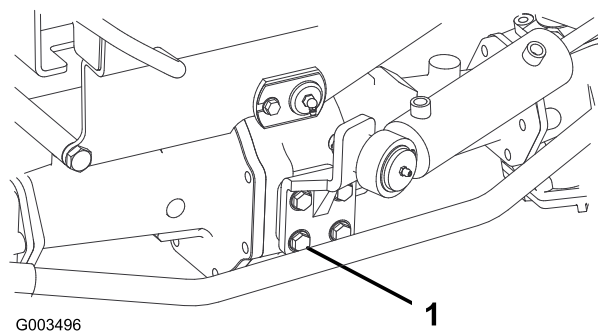

Figura 66
2. Apriete los 4 pernos del soporte del cilindro de dirección (Figura 66) a 65–81 N·m.